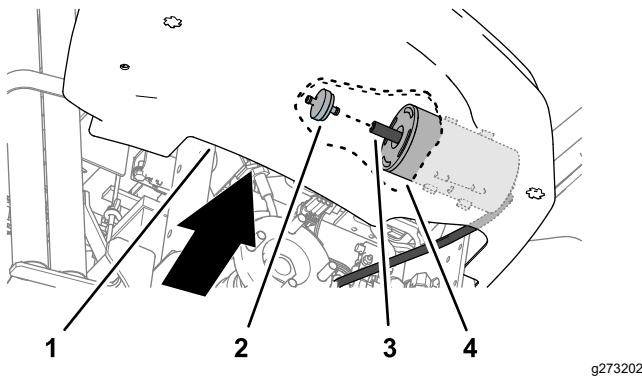

Figura 31
- Raggiungendo la zona dietro il bordo inferiore interno del quadro di comando, tirate il filtro del canister a carboni attivi indietro e fuori dal flessibile all'estremità del canister a carboni attivi (Figura 31).
5. Inserite un nuovo filtro del canister a carboni attivi nel flessibile all'estremità del canister a carboni attivi (Figura 31).